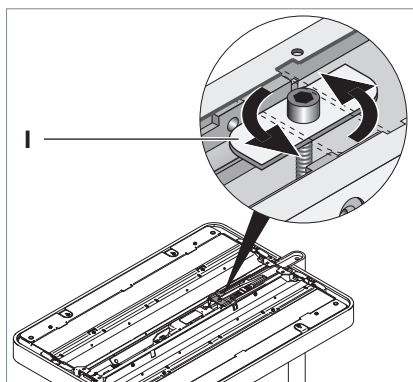

Fig. 4: Einstellplatte drehen.
- Heben Sie den Leuchtenkopf leicht an und drehen Sie die Einstellplatte **I** um 90°, siehe Fig. 4.